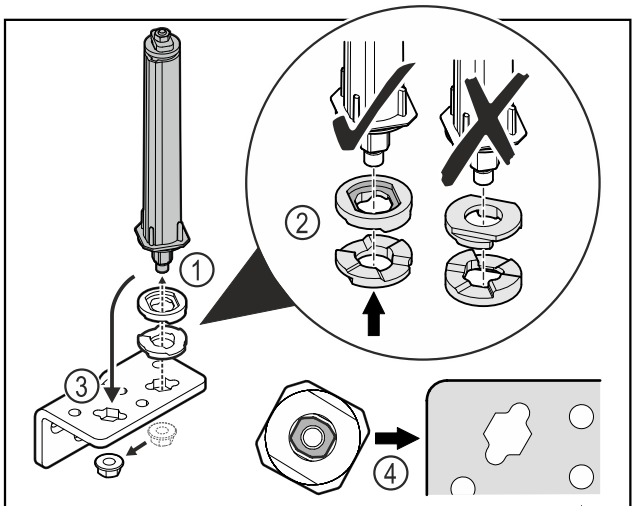

Fig. 39
- Atskrūvējiet uzgriezni un noņemiet durvju slēgšanas sistēmu Fig. 39 (1).
- Ievērojiet augstuma regulēšanas paplākšņu pareizo izvietojumu Fig. 39 (2).
- Pārlieciet durvju slēgšanas sistēmu lokāmajā kronšteinā un nofiksējiet ar uzgriezni Fig. 39 (3).
- Ievērojiet durvju slēgšanas sistēmas pareizo izvietojumu ievietošanas laikā Fig. 39 (4).